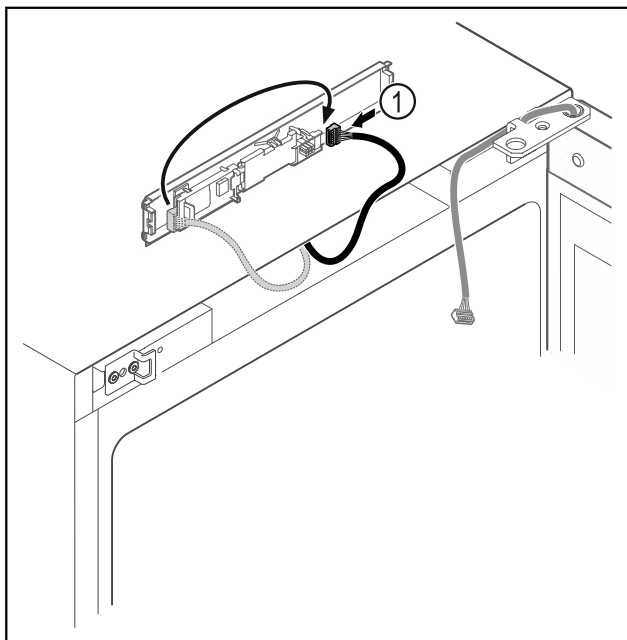

Fig. 7
- ▶ Stecker Fig. 7 (1) auf Platine umstecken.